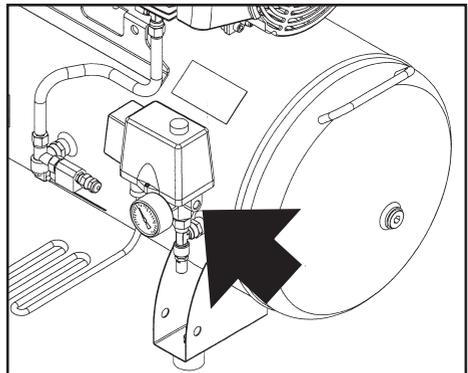

Fig. 1
-  Die Luftauslassleitung der Maschine muss an die Lufterinlassleitung einer vorgeschalteten Pneumatikanlage, die sterilisierte Luft erzeugt (und für welche der Kunde sorgen muss), angeschlossen werden (**Abb. 1**).